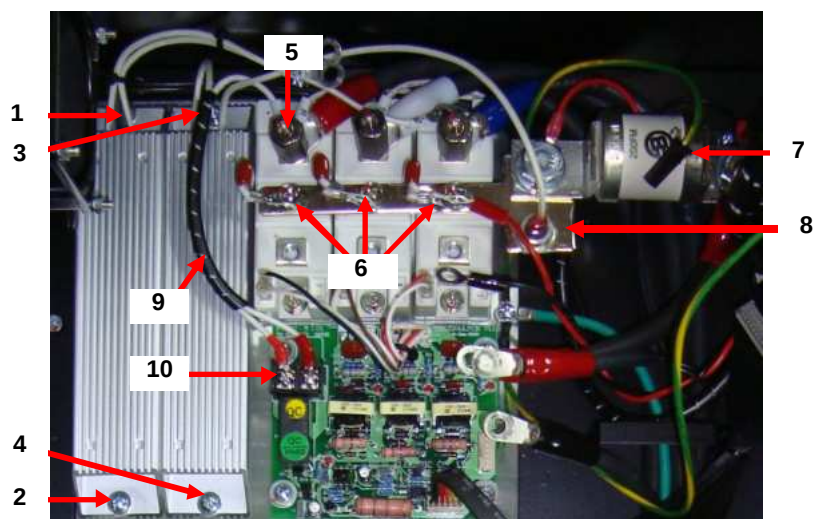

Рис. 6.17. Расположение разрядного резистора и цепи предзаряда.
6.14.1. Ослабить винт 1 на два-три оборота (рис.6.17).
6.14.2. Отвернуть винт 2 и снять разрядный резистор (рис.6.17).
6.15.1. **Совместный демонтаж резистора и диода предзаряда (рис.6.17).**
6.15.2. **Демонтаж неисправного резистора (рис.6.17).**
6.15.3. **Демонтаж неисправного диода предзаряда (рис.6.17).**